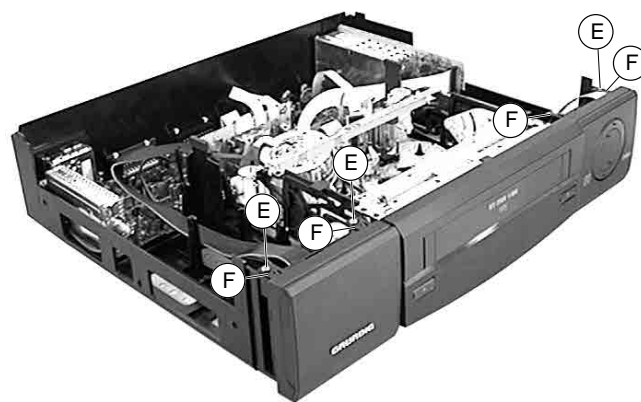

Fig. 3
- Schrauben (E) (Fig. 3) herausdrehen.
- Rasthaken (F) (Fig. 3) lösen und Frontblende abnehmen.
- Undo the screws (E) (Fig. 3).
- Release the locking catches (F) (Fig. 3) and remove the front panel.